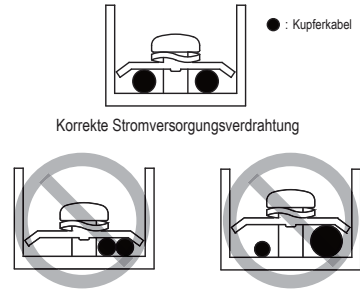

Abbildung 9.2
- Schließen Sie nicht zwei Netzkabel mit unterschiedlichen Durchmessern an dieselbe Stromversorgungs-klemme an (kann aufgrund eines lockeren Anschlusses zu einer Überhitzung der Kabel führen) (siehe Abbildung 9.2).